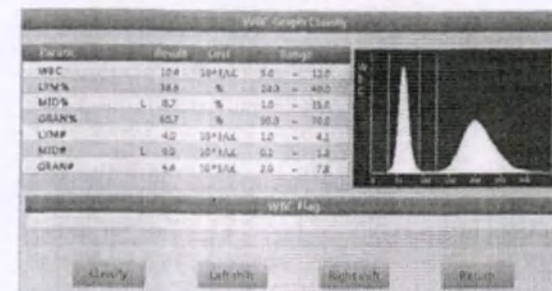

Рис. 3-6
- В основном меню нажмите графическую область с разными параметрами, чтобы появился соответствующий интерфейс, как показано на рис. 3-6. Выбрана гистограмма БКТ.